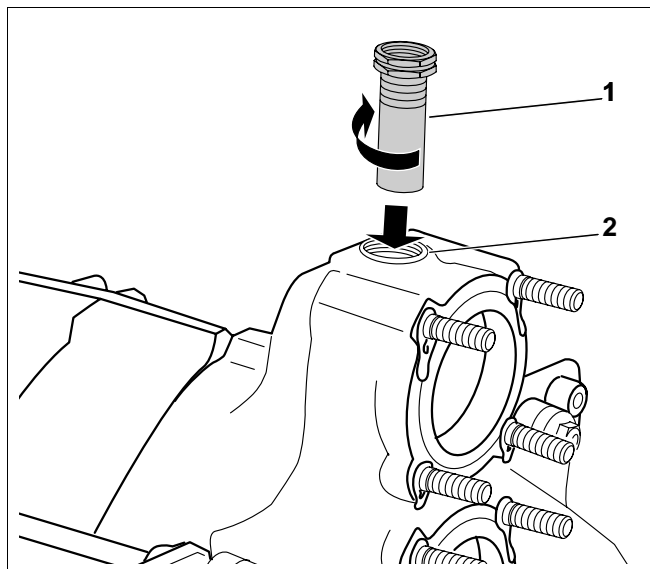

Fig. 20 Montering af følerlomme
- Monter 3/4"-følerlommen (længde: 110 mm) (Fig. 20, **pos. 1**) ved at føre den oppefra ind i fremløbstilslutningens 3/4"-gevindboring (Fig. 20, **pos. 2**).